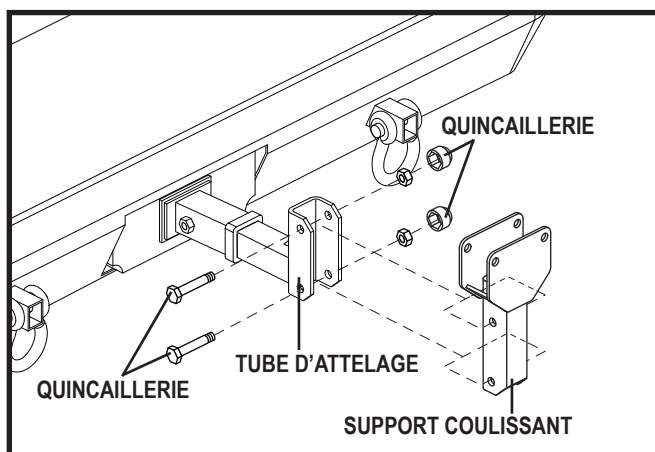

Figure 11. Installation du support de glissière
- Montez le support coulissant sur le tube d'attelage en utilisant la quincaillerie précédemment retirée du tube d'attelage, et réinstallez la quincaillerie. **Voir la figure 11.**